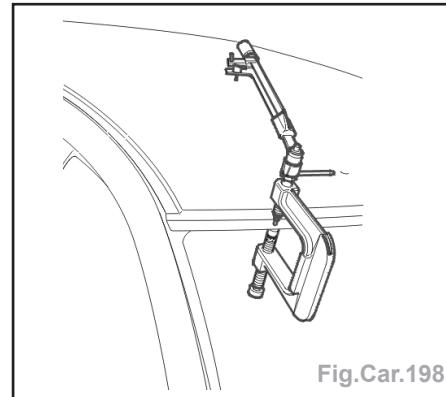

Fig.Car.198
- Poinçonner et calibrer le pavillon avec l'outil spécifique [1], ce calibrage doit être effectué avec une clé dynamométrique réglée à 3,2 daN.m(Fig.Car.198).